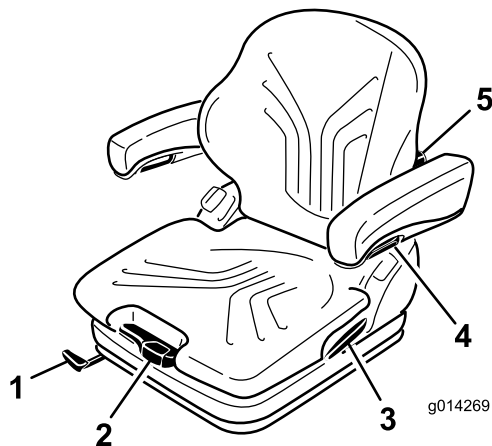

図 25
そして、体重調整レバーを使って、運転する人の体重に合わせます(図 25)。
1. 調整は、レバーを引き上げてシートのロックを解除して行います(図 25)。
調整ノブを上に戻すと背もたれの上部の湾曲の調整ができます。調整ノブを下に戻すと背もたれの下部の湾曲の調整ができます() 図 25。
アームレストの高さを調整するには、カバーについている丸いキャップ(図 25)を外し、裏側にある六角ナット(13 mm)をゆるめて高さを調整し、その位置でナットを締めつけます。ナットにキャップを取り付けます。
アームレストの角度はノブを回して調整します (図 25)。
ロックレバーを引いてバックレストキャッチを外します (図 25)。この時、背もたれにもたれかかるなどして力を掛けないようにしてください。